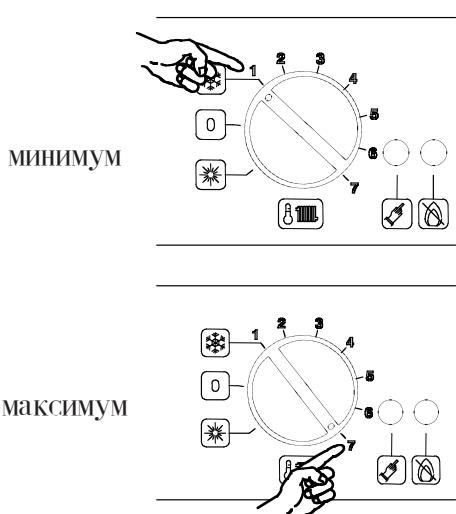

Рисунок 2.6
Температура на выходе в системе отопления изменяется от мин. 38 градусов С до макс. 80 градусов С (Рисунок 2.6), поворотом переключателя (13).